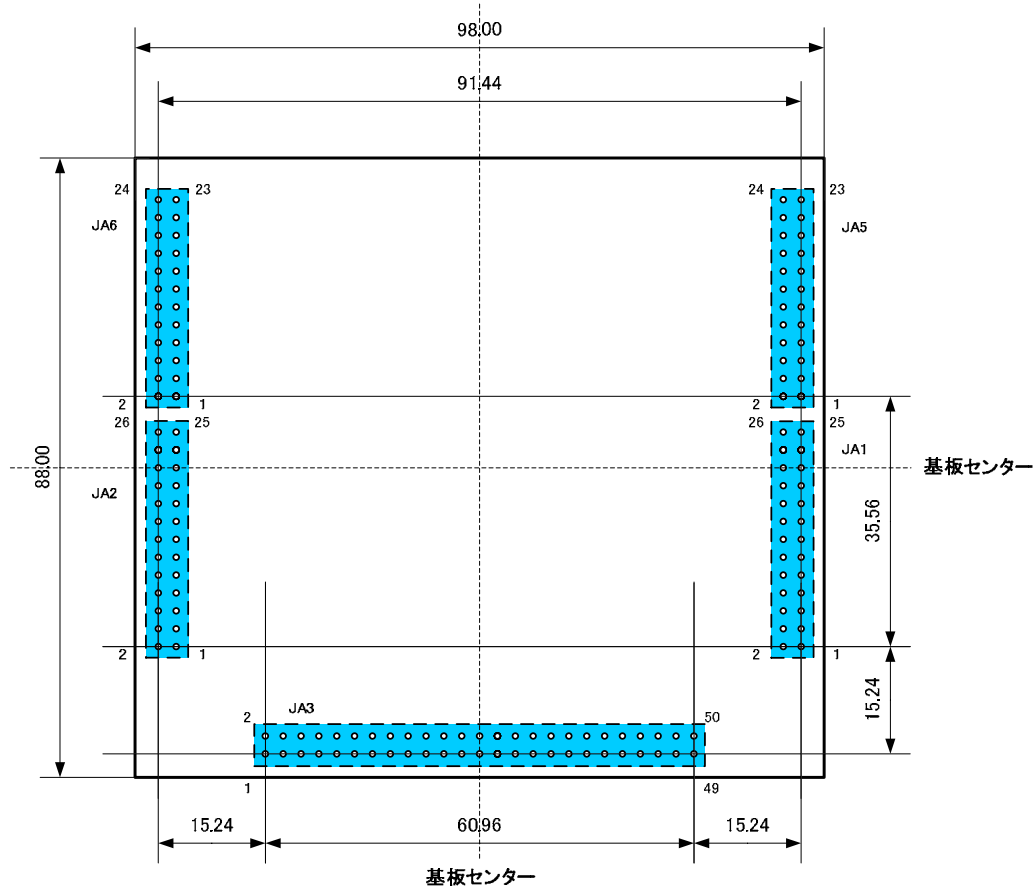

図 8.2.1 JA1、JA2、JA3、JA5、JA6、および基板の寸法図(上から見た図)
- ターゲットボードのコネクタは、本ボードのコネクタ位置 (図 8.2.1 参照) と同様にメスコネクタ配置してください。ピン配置は本ボードと同様にしてください。